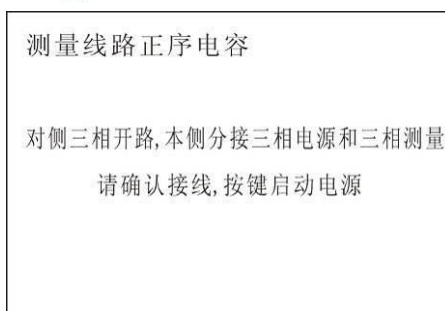

图 7-4 接线说明界面
- 2) 选中**正序电容**选项，出现如图 7-4 接线说明的界面。垂直按下鼠标确认，